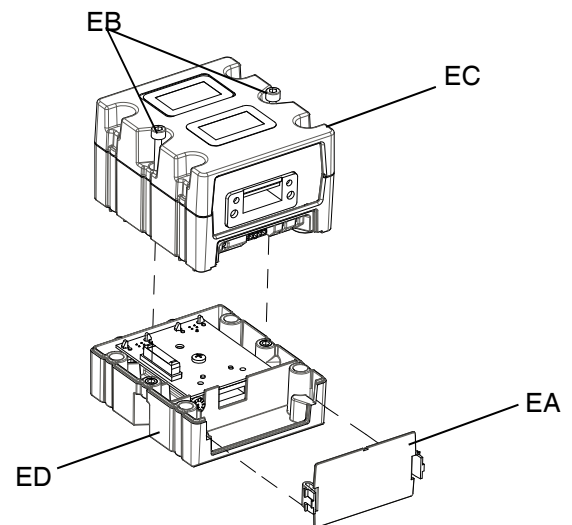

ABB. 60: Demontage des CGM
4. Die Abdeckung vom CGM (EA) abnehmen. Die beiden Schrauben (EB) lösen und das CGM (EC) vom Sockel (DD) lösen, wie dargestellt in ABB. 60.